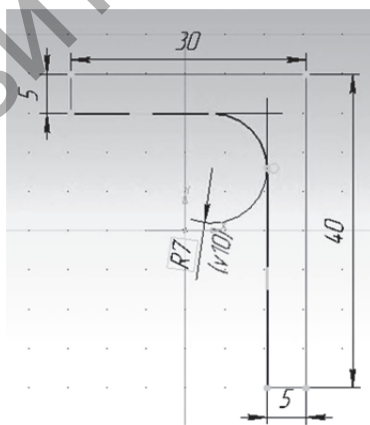

Рисунок 11.4
4. В появившейся компактной панели щёлкните на кнопке «Геометрия» для вызова соответствующей инструментальной панели. На инструментальной панели выберите команду «Непрерывный ввод объектов», а затем — команду «Скругление» и с их помощью изобразите профиль стенки уголка по указанным размерам (рис. 11.4). В завершение щёлкните на кнопке «Эскиз».